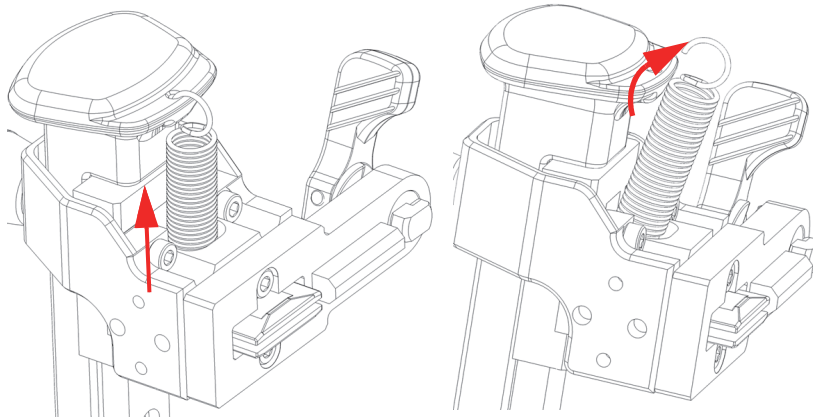

Abbildung 2-30 Sprungfeder entfernen
2. Entfernen Sie den oberen Teil der Sprungfeder aus der Bohrung des Hebegriiffs des federbelasteten Arms (Abbildung 2-30 auf Seite 64).